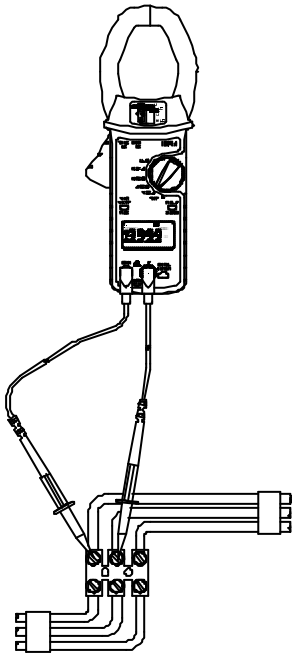

Abb. 3
- Die Meßkabel in die Buchsen am Gerätevorderteil einstecken. Dabei das rote Kabel mit dem Anschluß $V\Omega$ und das schwarze Kabel mit dem Anschluß COM verbinden. Siehe Abb. 3.
- Zur Messung der Frequenz der Spannungsversorgung die Meßkabel an den zu prüfenden Schaltkreis anlegen, wie in Abb. 3 dargestellt, und den angezeigten Wert ablesen.